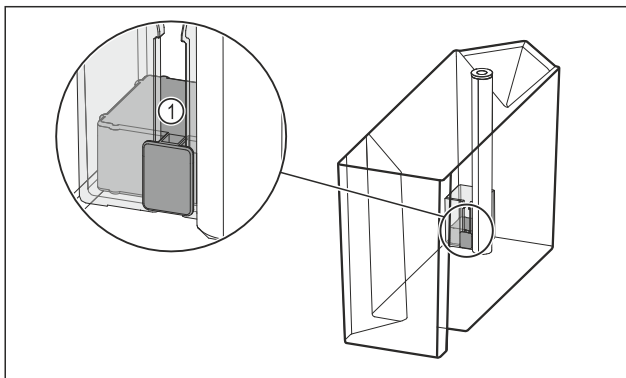

Fig. 100
- ▶ Kontrollér, om svømmeren Fig. 100 (1) har sat sig fast. Hvis svømmeren har sat sig fast: